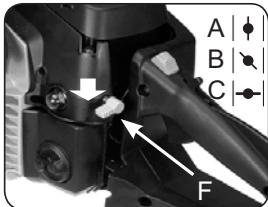

Fig. 7K
9. Tournez le levier jaune de l'étrangleur (F) en position FERMÉ | ♦ | (Fig. 7K).